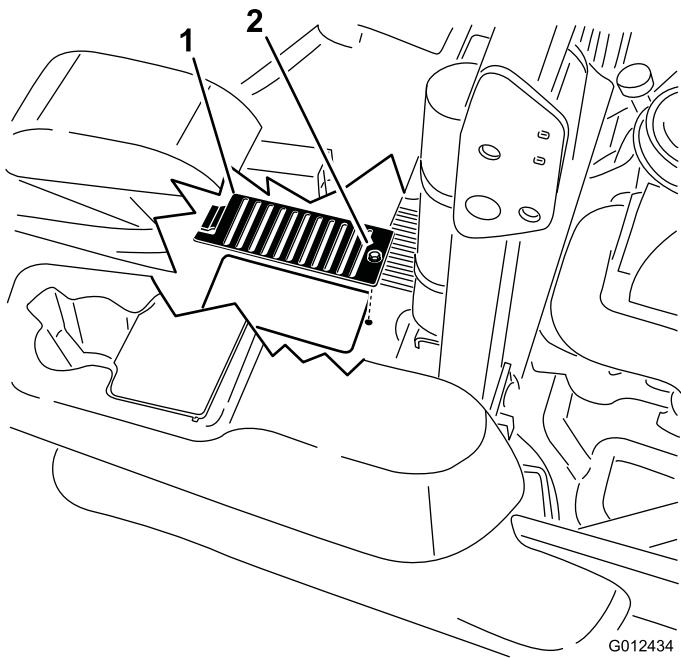

Bild 71
6. Entfernen Sie über jedem Peilstab die Abdeckung und die an der Abdeckung befestigte Schraube. Reinigen Sie den Bereich um jeden Ölpeilstab und jede Hydraulikanlage (Bild 71).